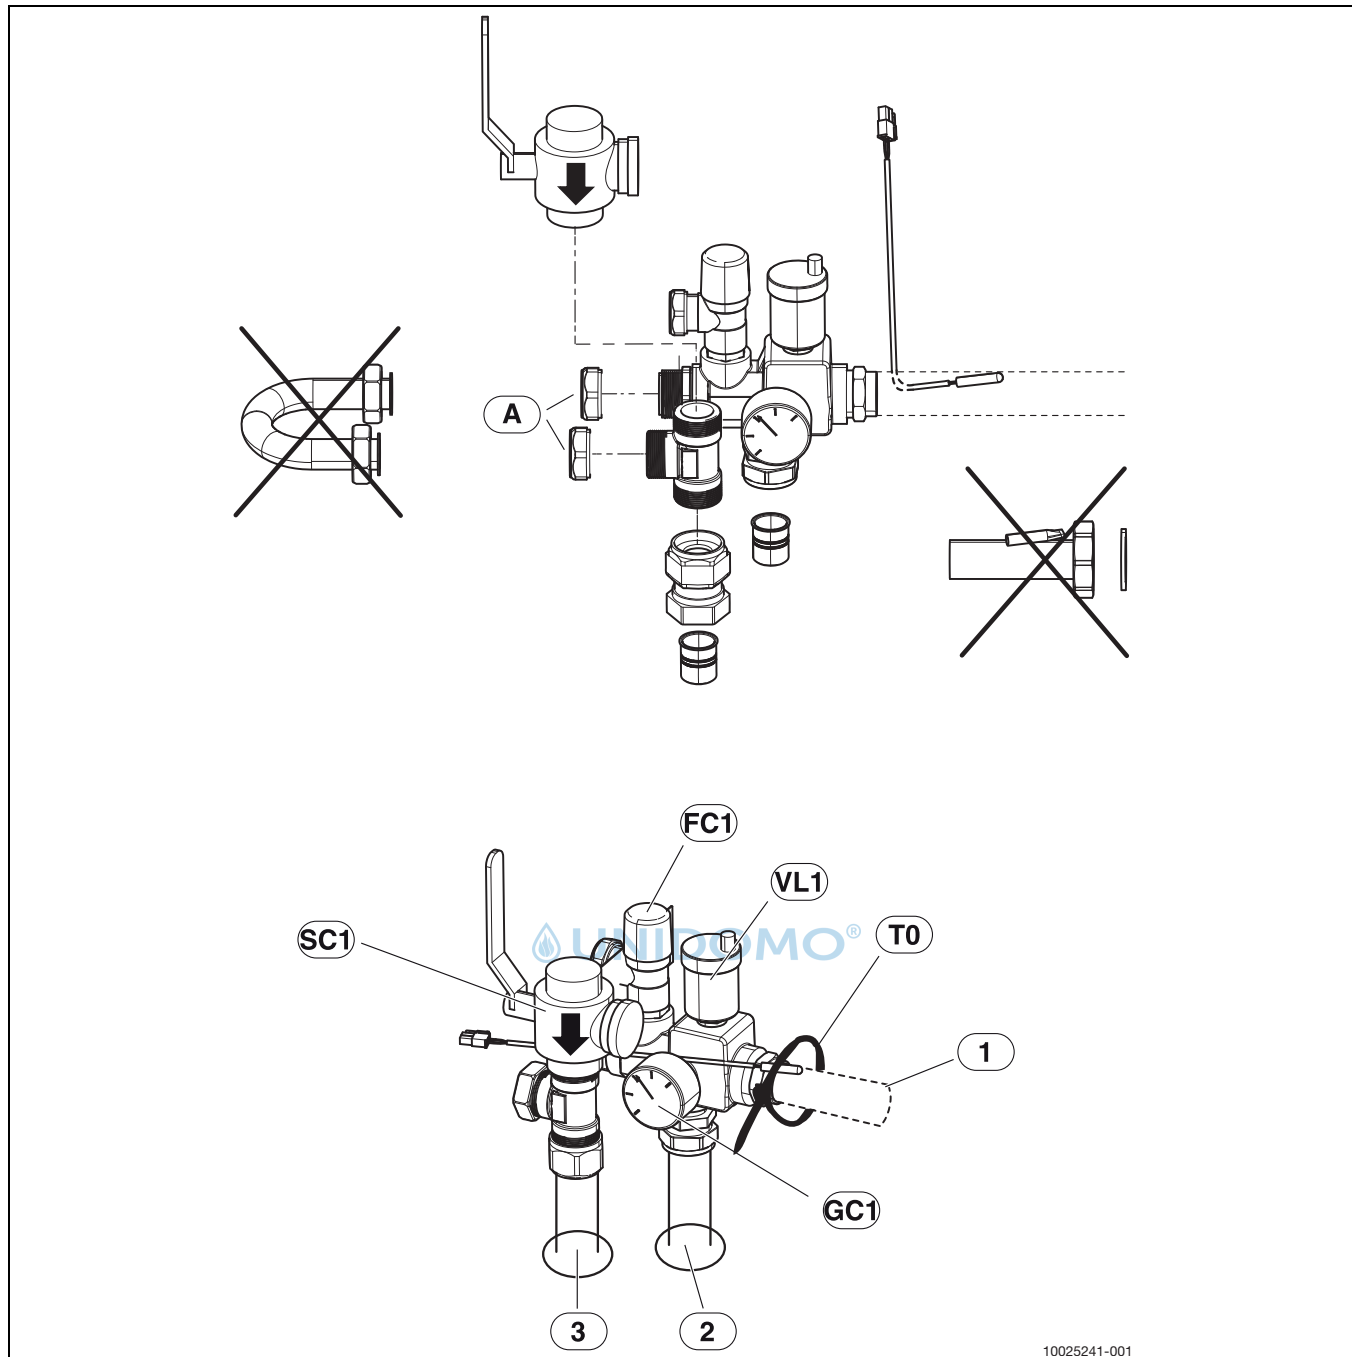

Bild 7 Montierte Sicherheitsgruppe, ohne Bypass; bei einem direkt nachgeschalteten Heizkreis möglich
- Zuerst Partikelfilter ([SC1], Abb. 7) auf T-Stück montieren.
- Vorlauftemperaturfühler in Tauchhülse einführen ([T0], Abb. 7) und mit Kabelbinder befestigen.